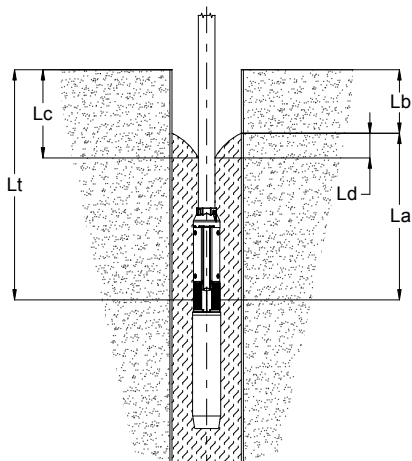

Fig. 5
*Límites de posicionamiento* y Fig. 5.